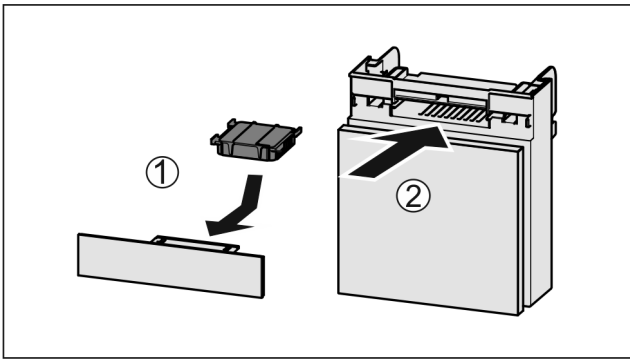

Fig. 102
- ▶ Aktivkohlefilter nach Abbildung einsetzen Fig. 102 (1).
- ▶ Fach einschieben Fig. 102 (2).